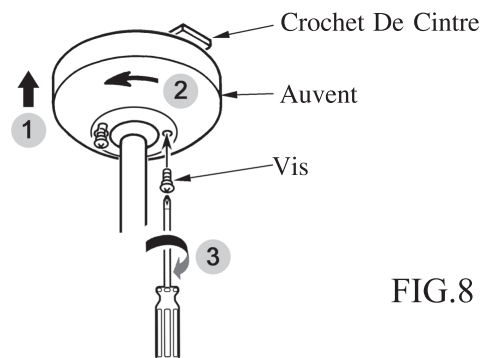

FIG.8
4. Montez la canopée sur la console de suspension et serrez les vis. (Voir fig.8)